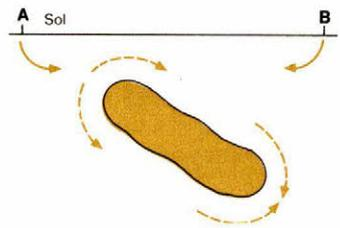

Fig. 11. – La polarisation provoquée.
– La méthode de la polarisation provoquée. Lorsque l'on injecte un courant dans le sol, on observe, à la coupure du courant d'excitation, un courant de décharge (fig. 11). En effet, un ensemble de masses métalliques environnées d'électrolytes est le siège de phénomènes électrochimiques. Les charges positives et négatives accumulées à l'interface s'orientent sous l'effet du courant ; à la coupure, il y a réorientation et naissance d'un courant de même sens que le courant d'injection. Ce potentiel de polarisation provoquée semble proportionnel à l'intensité du courant d'injection. Cette méthode a donné naissance à deux procédés d'investigation : la mesure de la décroissance des potentiels après un envoi de courant continu d'une durée indéterminée et la mesure de la variation de résistivité apparente lorsque l'on utilise des courants d'injection pulsés et que l'on fait varier la fréquence entre 0,5 et 10 Hz : c'est la méthode dite de l'« effet de fréquence. ». La méthode de la polarisation provoquée est utilisée surtout en recherche minière et nous n'en dirons pas plus.